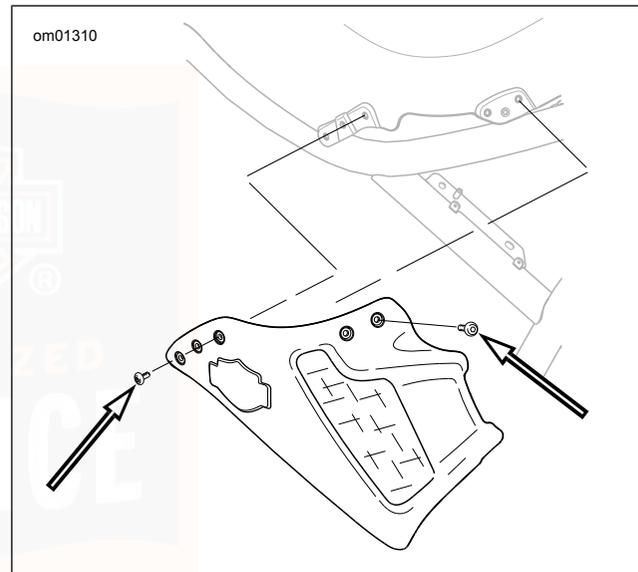

Abbildung 37. Vordere Seitenabdeckungsschrauben VR-SCF-Modell
1. Siehe Abbildung 37. Fünf Schrauben von der vorderen Seitenabdeckung entfernen.
1. Siehe Abbildung 37. Den Luftenlass in Richtung Fahrzeugvorderseite ausrichten und die Tülle in der Seitenabdeckung auf die Befestigungsstifte am Rahmen ausrichten. Linke Seitenabdeckung andrücken, damit der Befestigungsstift eingreift.